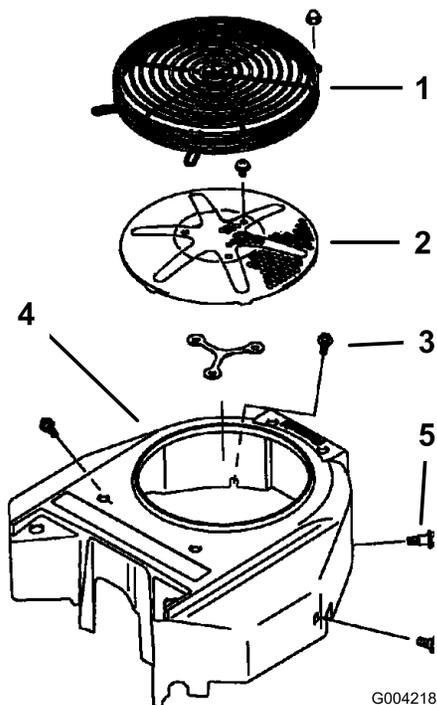

Figura 71
Antes de cada uso, elimine cualquier acumulación de hierba, suciedad u otros residuos de la rejilla del motor. Esto ayudará a asegurar una refrigeración adecuada y una velocidad de motor correcta, y reducirá la posibilidad de sobrecalentamiento y daños mecánicos al motor (Figura 71).
3. Retire la rejilla de entrada de aire, el arrancador de retroceso y la carcasa del ventilador (Figura 71).
5. Instale la rejilla de entrada de aire, el arrancador de retroceso y la carcasa del ventilador (Figura 71).